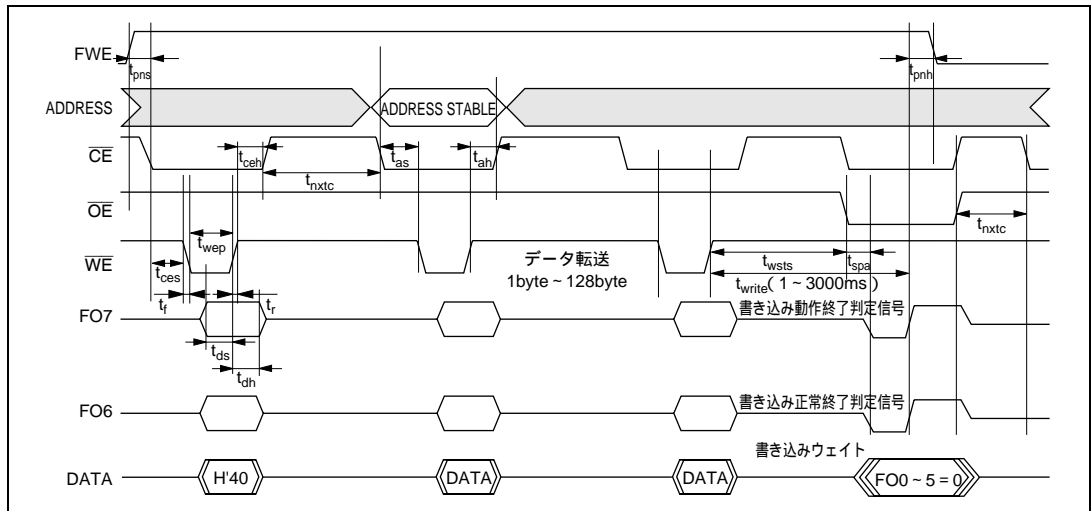

図 7.20 自動書き込みモードのタイミング波形
- (1) 自動書き込みモードでは、128バイト同時書き込みを行います。これは、バイトデータを128回連続で転送してください。
- (2) 128バイト以下の書き込みでも128バイトのデータ転送を行う必要があります。必要ないアドレスへのメモリ書き込みは、データをH'FFにして書き込みを行う必要があります。
- (3) 転送するアドレスの下位8ビットは、H'00、H'80でなければなりません。有効アドレス以外を入力した場合は、メモリ書き込み動作に移行しますが、書き込みエラーとなります。
- (4) メモリアドレスの転送は、第2サイクルで行います(図7.20)。第3サイクル以降では転送しないでください。
- (5) 書き込み動作中は、コマンド書き込みを行わないでください。
- (6) 書き込みは、各アドレスの128バイト単位のブロックに対して、1回の自動書き込みで行ってください。2回以上の書き込みについては特性保証できません。
- (7) 自動書き込み正常終了の確認には、FO6を調べることにより行います。または、ステータス読み出しモードを使用しても確認することができます(FO7番のステータスポーリングは、自動書き込み動作終了判定用端子です)。
- (8) ステータスポーリングのFO6、FO7端子情報は、次のコマンド書き込みまで保持されます。次のコマンド書き込みが行われていなければ、 \overline{CE} 、 \overline{OE} をイネーブルにすることにより読み出し可能となります。